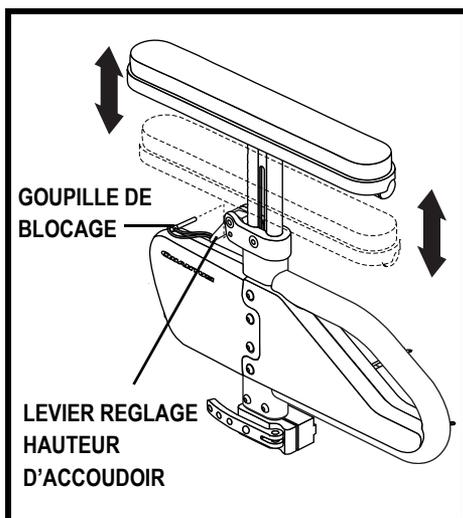

Figure 9. 16. Réglage du haut (hauteur)
1. Au besoin, retirez la goupille de blocage. **Voir la figure 9.**